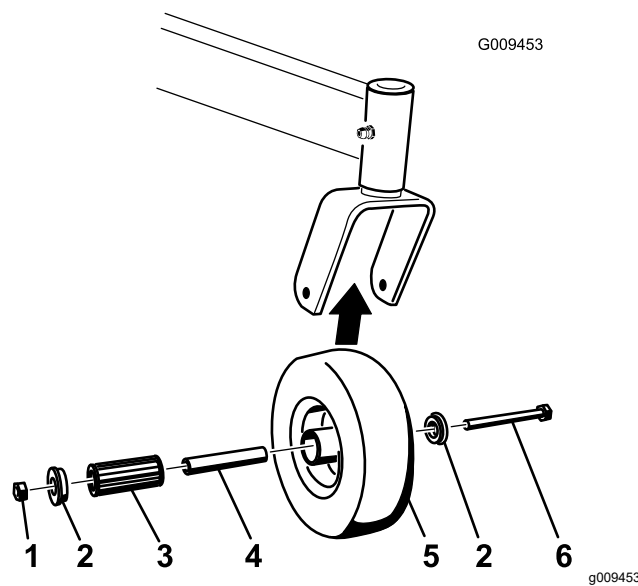

Figura 68
1. Togliete il dado di bloccaggio e il bullone della ruota che sostiene la ruota orientabile sulla forcella orientabile (Figura 68).
2. Togliete una boccola, quindi estraete la boccola chiave e il cuscinetto a rulli dal mozzo della ruota (Figura 68).
3. Togliete l'altra boccola dal mozzo della ruota e pulite via l'eventuale grasso o sporcizia presenti sul mozzo della ruota (Figura 68).
**Nota:** Sostituite eventuali parti danneggiate o usurate (Figura 68).
5. Posizionate una boccola nel mozzo della ruota (Figura 68).
6. Lubrificate il cuscinetto a rulli e il cuscinetto chiave e fateli scorrere nel mozzo della ruota (Figura 68).
7. Posizionate la seconda boccola nel mozzo della ruota (Figura 68).
8. Montate la ruota orientabile nella forcella orientabile e fissatela con il bullone della ruota e il dado di bloccaggio (Figura 68).
9. Serrate il dado di bloccaggio finché la boccola chiave tocca in fondo l'interno delle forcelle orientabili (Figura 68).